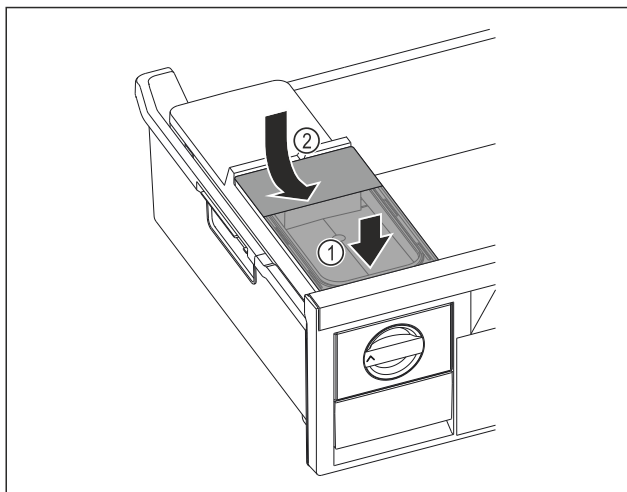

Fig. 151
- Установите бак для воды спереди. Fig. 151 (1)
- Опустить бак для воды сзади. Fig. 151 (2)